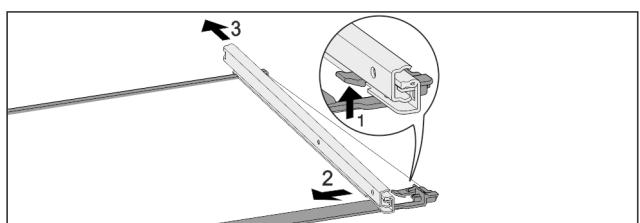

Fig. 104 Стеклянная пластина с направляющими
- Отожмите передний стопорный крючок вверх. Fig. 104 (1)
- Сдвиньте выдвижную направляющую в сторону Fig. 104 (2) и назад Fig. 104 (3).